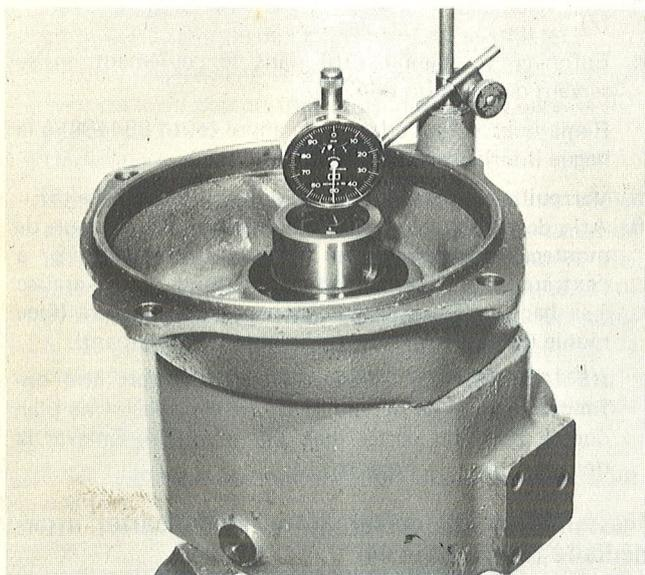

Figure 65.
12. Revisser en place les quatre vis (2) avec rondelles afférentes.
13. Resserrer la vis (10) au couple de 100 Nm (10 m.kg). Mesurer le jeu axial à l'ensemble arbre (voir figure 65). Ce jeu doit être de 0,2 à 0,3 mm. Augmenter ou